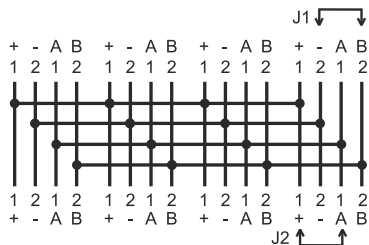

Рисунок 1 – Схема электрическая принципиальная
3.2 Принцип действия основан на параллельном электрическом соединении сигнальных цепей всех подключаемых устройств через внутреннюю схему разветвителя (см. рис. 1).